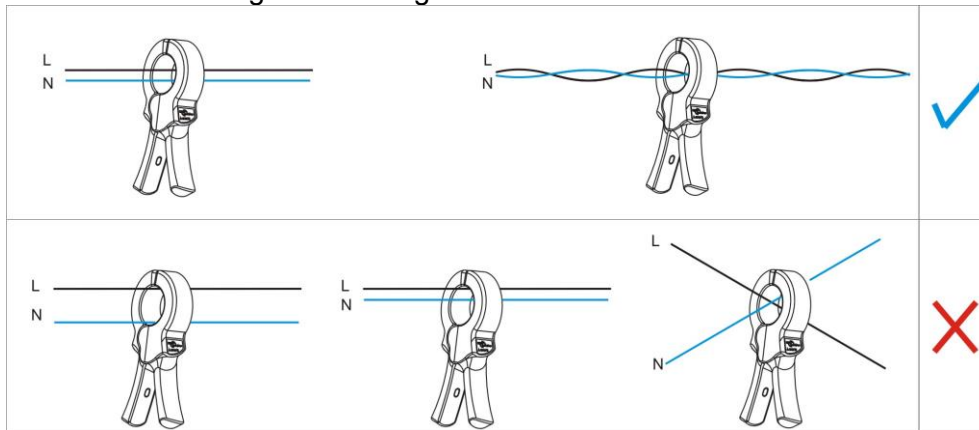

Abb. 11: Minimieren von Einflussgrößen, korrekte Anordnung von Leitern
- Die Phasen- und Nullleiter sollten so nah wie möglich und in der Mitte der Zange angeordnet werden. Wenn möglich, sollten sie verdreht werden, um die Symmetrie (für das differentielle Messverfahren) zu erhöhen – siehe Abb. 11.